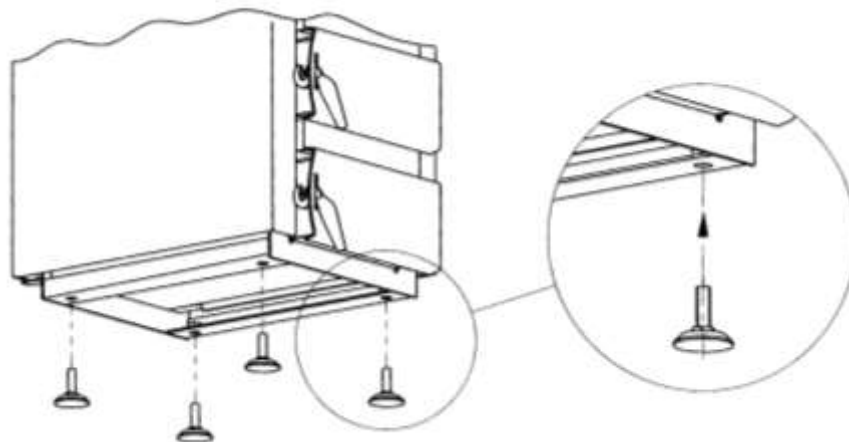

Fig. 5. Mise à niveau de la chaudière
A. Situer la chaudière sur une surface non inflammable en mettant sous la chaudière une plaque d'isolation thermique dépassant la base de la chaudière d'au moins 2 cm de chaque côté. Si la chaudière est située dans le sous-sol, il est recommandé de la placer sur un jambage de 5-10 cm. La chaudière doit être nivelée. Pour le faire, utiliser les 4 pieds fournis qui peuvent être vissés dans les trous taraudés de la base de la chaudière (Fig. 5).